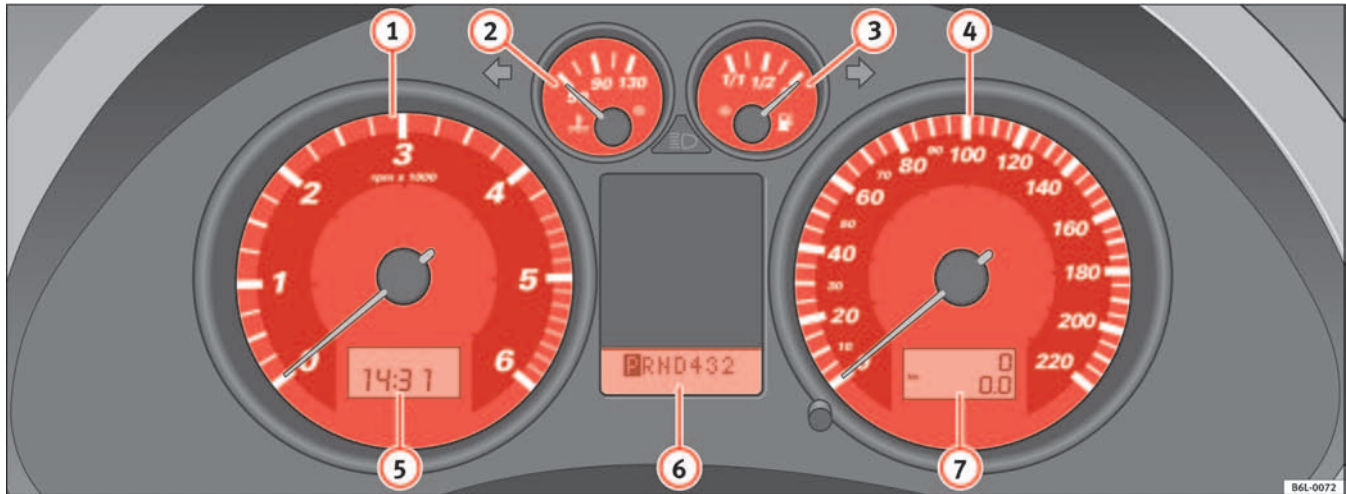

Abb. 31 Ausschnitt aus der Instrumententafel: Kombiinstrument
Der Beginn des roten Bereichs  $\Rightarrow$  Seite 56, Abb. 31 ① bedeutet die maximale Motordrehzahl bei Betriebstemperatur. Vor Erreichen dieses Bereiches sollte in den nächst höheren Gang geschaltet oder die Wählhebelstellung D gewählt oder der Fuß vom Gaspedal genommen werden.
- Drehen Sie den Einstellknopf ⇒ Seite 56, Abb. 31  bis zum Anschlag nach links, die Stunden werden eingestellt. Wenn Sie den Einstellknopf nur kurz nach links drehen, wird jeweils um eine Stunde weitergestellt.